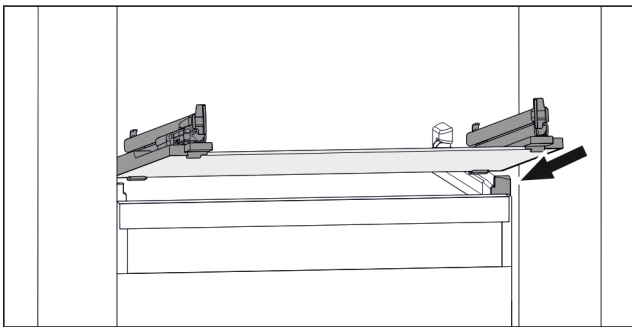

Fig. 138 Beispielhafte Darstellung der Glasplatte
- ▶ Glasplatte schräg hinter den Stoppeln aufsetzen. (zie Fig. 138)